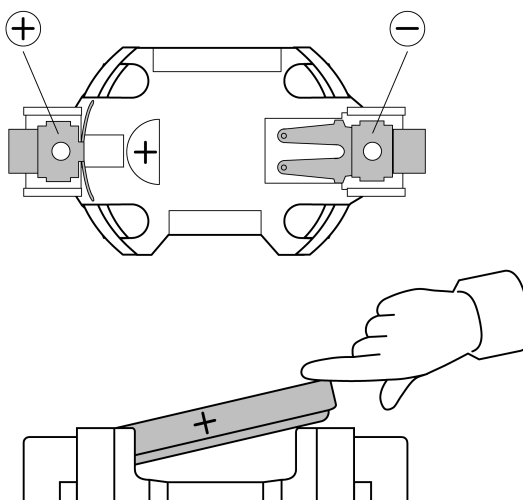

Figure 3: Insérer la batterie
- Insérer la batterie neuve en veillant à respecter la polarité (figure 3).